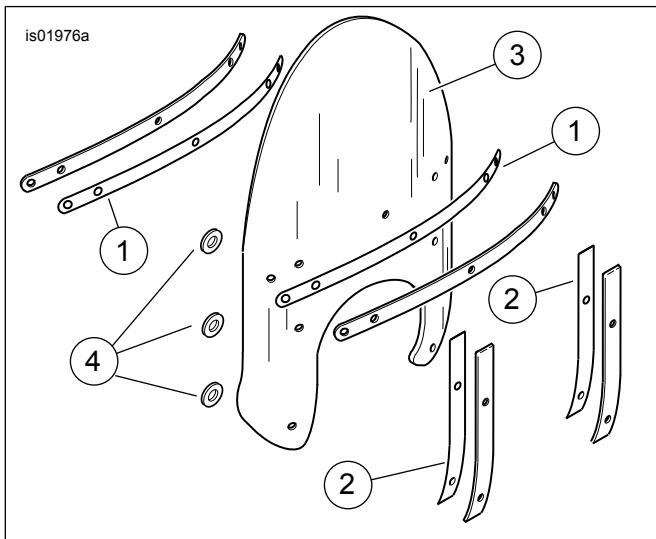

Abbildung 1. Ersatzteile: Kompakte Ersatzwindschutzscheibensätze
Siehe Abbildung 1 und Tabelle 2.
1. Siehe Abbildung 1. Die Windschutzscheibe entfernen.